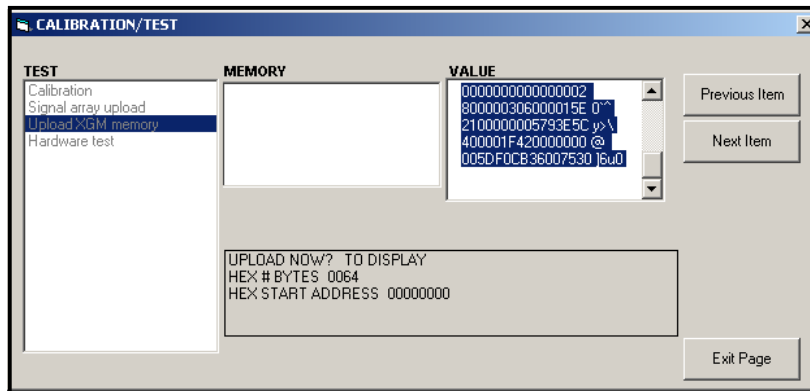

Figure 14 : Données de mémoire XGM868i affichées sur PanaView
- Si vous double-cliquez sur *Pour afficher*, le volet droit de la fenêtre ressemble à la Figure 14 et les données sont disponibles pour une évaluation immédiate. Cliquez sur [Quitter la page] pour fermer la fenêtre et revenir au menu *Calibrage/Test*.